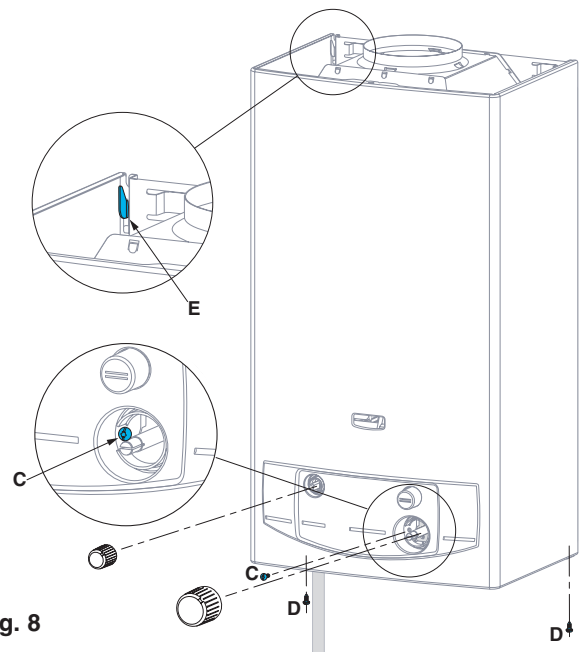

Fig. 8
- Dévisser la vis **C** de fixation du plastron (situé sous le bouton du sélecteur de température) (fig. 8)
- Dévisser les 2 vis **D** de fixation de l'habillage (fig. 8)
- Présenter l'habillage (fig. 8)